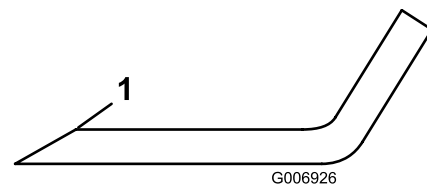

Рисунок 74
4. Осмотрите режущие кромки всех ножей; заточите их, если они затупились или имеют зазубрины; для обеспечения остроты ножей затачивайте только верхнюю сторону режущей кромки и сохраняйте первоначальный угол заточки (Рисунок 74).